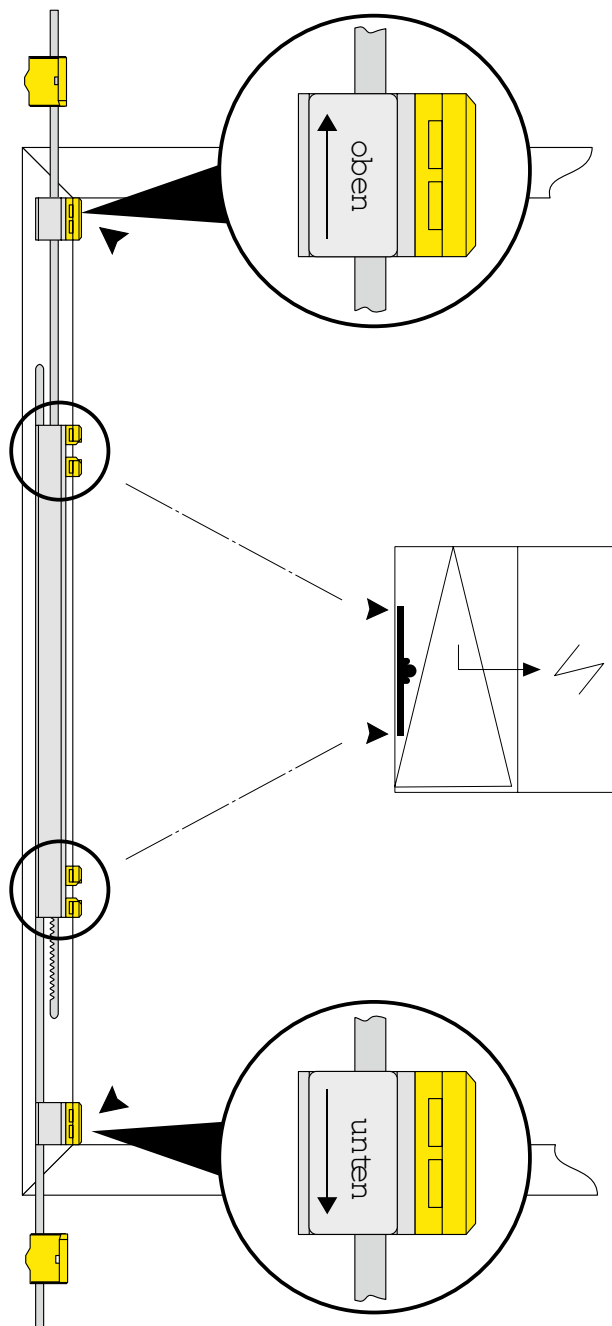

Рис. 10: Ответные планки для GAM
Ответные планки для GAM (рис. 10)
1. Соответствующий шаблон с обозначением „верх/низ“ приложить согласно рисунку (рис. 10).